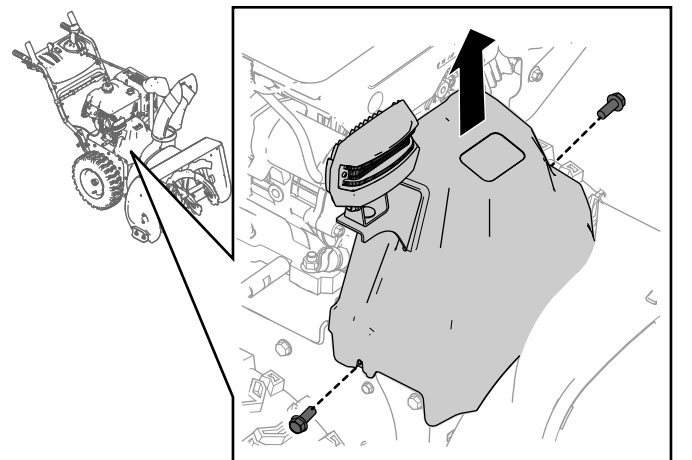

Figura 1
1. Rimuovete le 2 viti che fissano in posizione il copricinghia (Figura 1).
2. Rimuovete il copricinghia (Figura 1).